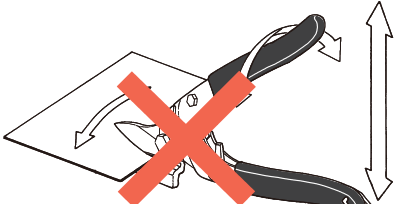

図2 切断中は刃を上下左右に振ったりこじったりしない
- ▲ 切断中に刃を上下左右に振ったり、無理にこじったりしないで下さい。(図2参照)